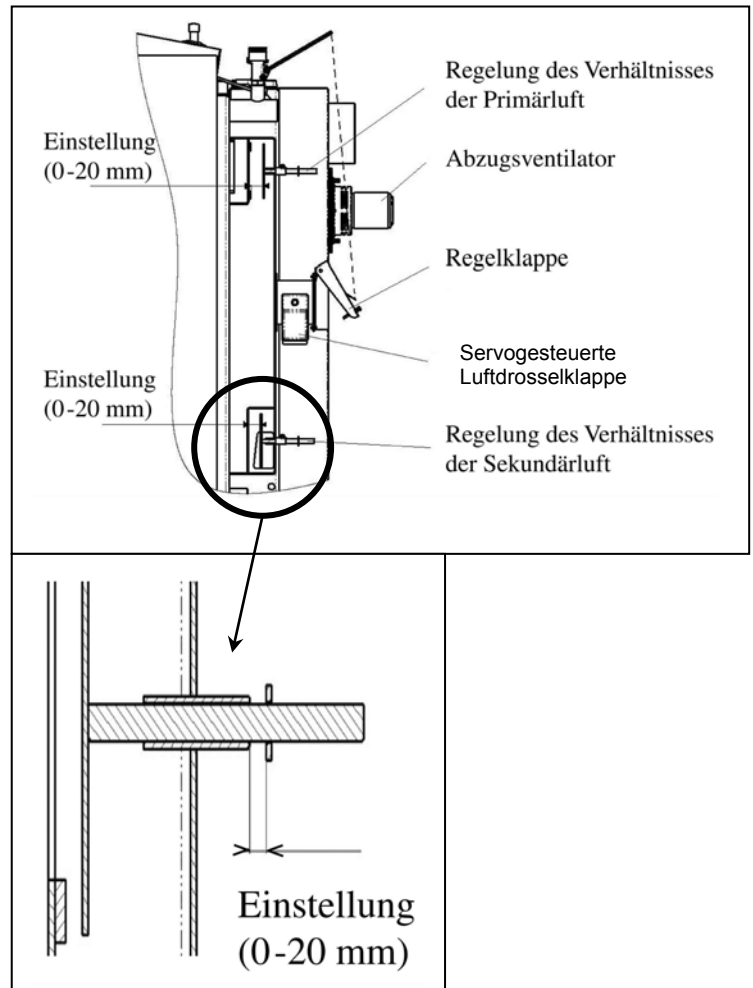

Abb. 13 Einstellung Primär-/Sekundärluft FBV 22- 40
1. Kessel anheizen (siehe Kapitel 9, Bedienung durch den Betreiber). Darauf achten, dass die servogesteuerte Luftdrosselklappe (Abb. 13) geöffnet ist. Falls nicht, Stellung des Abgasthermostats (Abb. 15) prüfen (Sollwert: 200°C, offen).
4. Ca. 15 – 30 Minuten warten bis sich die Kesselverbrennung stabilisiert hat. Messung beginnen. Abgastemperatur überprüfen und bei Bedarf Abgasthermostat (Abb. 15) für die servogesteuerte Luftdrosselklappe so einstellen, dass bei ca. 200 °C Abgastemperatur die Luftdrosselklappe (Abb. 13) schließt. Bei geschlossener Luftdrosselklappe bleibt ein